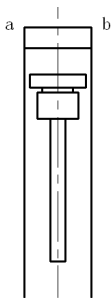
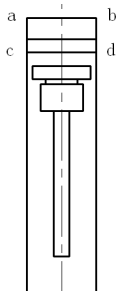
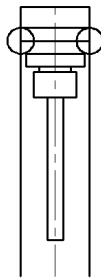

图 3-64 修剪结果
图 3-65 偏移直线
图 3-66 绘制圆
④ 单击“默认”选项卡“修改”面板中的“修剪”按钮, 修剪多余的直线, 效果如图 3-64 所示。
⑤ 单击“默认”选项卡“修改”面板中的“偏移”按钮, 将图 3-64 中的直线 ab 向下偏移, 偏移距离为 13, 如图 3-65 所示。
⑥ 单击“默认”选项卡“绘图”面板中的“圆”按钮, 分别以图 3-65 中的 c 和 d 为圆心, 绘制半径为 5 的圆, 效果如图 3-66 所示。
⑦ 单击“默认”选项卡“修改”面板中的“移动”按钮, 将图 3-66 中绘制的两个圆分别向左、右移动 2。命令行提示与操作如下: